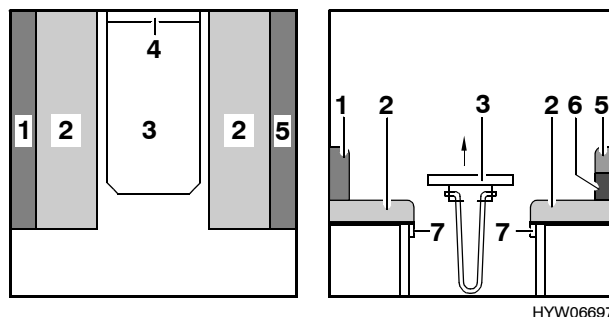

Fig. 40 Prima della trasformazione
- Sollevare leggermente il piano del tavolo in avanti (Fig. 40,3).
- Alzare il piano del tavolo (Fig. 40,3) di circa 45° e sollevarlo dalla guida di supporto (Fig. 40,4) e metterlo da parte. Il tavolo non è necessario per la trasformazione dei letti.